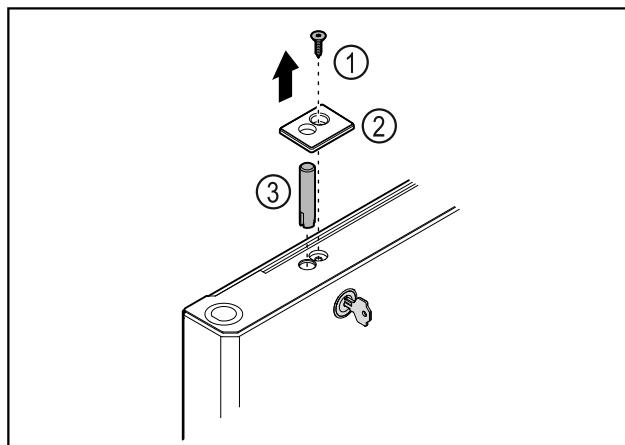

Fig. 38
- ▶ Odvignite vijak Fig. 38 (1).
- ▶ Odvojite poklopac Fig. 38 (2) malim odvijačem i skinite ga.
- ▶ Izvucite svornjak brave Fig. 38 (3).